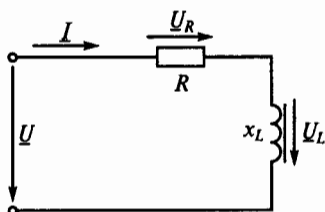

Рис. 85
**3.24.** Как изменятся напряжения  $U_R$  и  $U_L$  на участках цепи, показанной на рис. 85, если в катушку ввести ферромагнитный сердечник при условии, что  $U = \text{const}$ ?